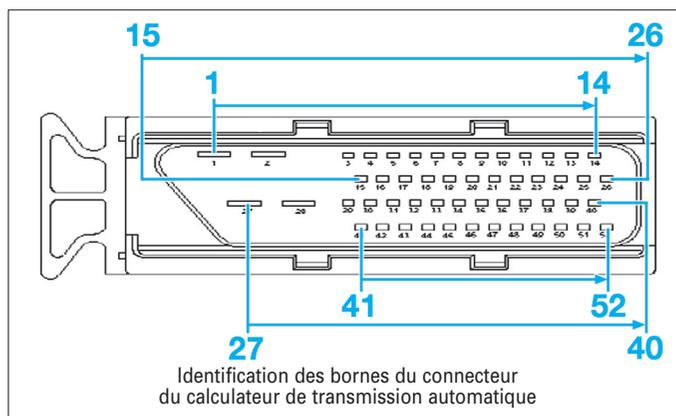

Fig. 3
**Affectation des bornes du calculateur de la transmission (Fig.3)**